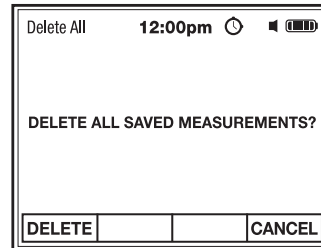

Fig. 20
2. Pulse la tecla de función F1 DELETE para borrar TODAS LAS MEDICIONES GUARDADAS (Fig. 20).
3. 3. Pulse el botón de función F4 CANCEL para volver a mediciones sin borrar (Fig. 20).